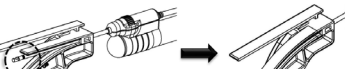

Figura 2
- Compruebe que la más ancha de las dos bandas negras de la cámara sobrepasa el extremo de la lengüeta para curvar antes de proceder al curvado (**Figura 2**). Si dicha banda no sobrepasa el extremo de la lengüeta, es posible que la pieza de mano no funcione correctamente tras curvarla.
NOTA: La punta de la cámara para las piezas de mano 15ga, 10cm y 13ga, 10cm no sobrepasa la lengüeta para curvar, tal y como se muestra en la **Figura 2**. Solo tiene que insertar estas piezas de mano por completo (hasta que ya no se pueda más) en la herramienta para curvar antes de proceder al curvado.